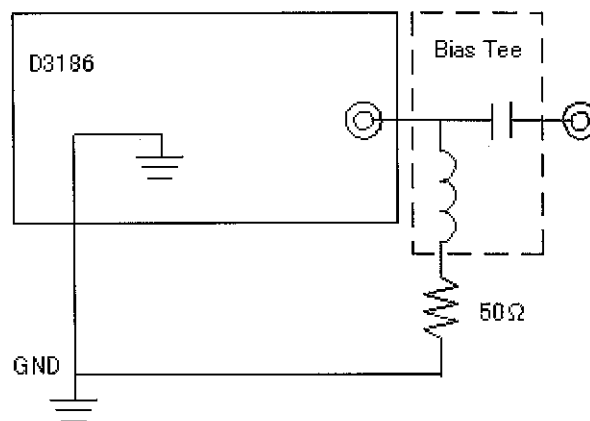

図1 Bias Tee を用いた直流成分の除去
2. 本器の出力の直流成分を除去する場合は、図1のように Bias Tee を使用することを推奨します。